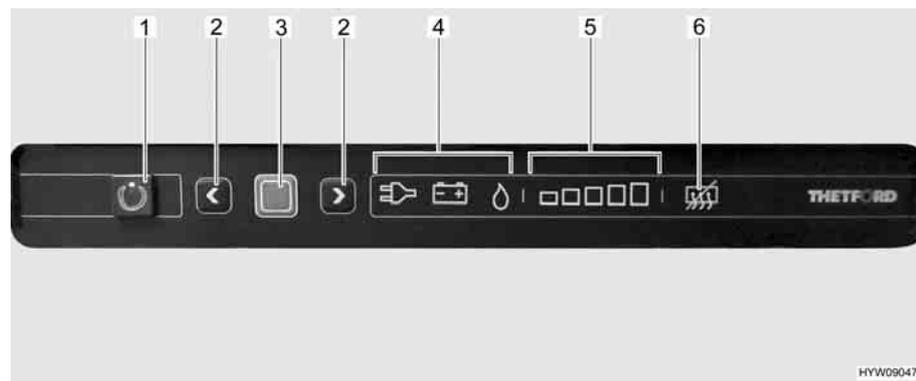

Fig. 141 Elementi di comando del frigorifero
La modalità di funzionamento attuale è indicata da un simbolo luminoso (Fig. 141,4) sulla centralina di controllo.
Dopo l'accensione il frigorifero seleziona automaticamente la regolazione del termostato selezionata per ultimo. Questa impostazione può essere modificata manualmente con i tasti freccia (Fig. 141,2). Le barre luminose dell'indicatore del livello di refrigerazione (Fig. 141,5) visualizzano la temperatura selezionata sul termostato. Con i tasti freccia viene regolata la temperatura di refrigerazione per tutti i tre tipi di energia. Ci vogliono alcune ore prima che il frigorifero raggiunga la temperatura normale di esercizio. Cambiando la modalità di funzionamento la regolazione del termostato non viene modificata. La temperatura di refrigerazione è indipendente dal tipo di energia utilizzata.
- Premere il tasto On/Off (Fig. 141,1) per 1 secondo. Il tasto (Fig. 141,1) si illumina di verde. Dopo circa 10 secondi, l'indicatore viene attenuato per risparmiare energia.
- Premere il tasto di conferma (Fig. 141,3). L'impostazione attuale della modalità di funzionamento viene visualizzata.
- Se non è impostata la modalità di funzionamento a gas: Per modificare l'impostazione, premere il tasto di conferma (Fig. 141,3) per circa 2 secondi.
- Selezionare la modalità di funzionamento a gas con i tasti freccia (Fig. 141,2). L'alimentazione del gas è ora aperta. L'accensione avviene automaticamente. È udibile un ticchettio fino a quando procedura di accensione non è stata portata a termine.
- Premere il tasto di conferma (Fig. 141,3) per circa 2 secondi.
- Premere nuovamente il tasto di conferma (Fig. 141,3). Il livello di refrigerazione attuale viene indicato dalle barre luminose (Fig. 141,5).
- Per modificare l'impostazione, premere i tasti freccia (Fig. 141,2) fino a visualizzare l'impostazione desiderata.
- Premere il tasto On/Off (Fig. 141,1) per circa 2 secondi. Tutte le spie si spengono. Il frigorifero è spento.
- Se non è impostata la modalità di funzionamento 230 V: Per modificare l'impostazione, premere il tasto di conferma (Fig. 141,3) per circa 2 secondi.
- Selezionare la modalità di funzionamento 230 V con i tasti freccia (Fig. 141,2).
- Se non è impostata la modalità di funzionamento 12 V: Per modificare l'impostazione, premere il tasto di conferma (Fig. 141,3) per circa 2 secondi.
- Selezionare la modalità di funzionamento 12 V con i tasti freccia (Fig. 141,2).
**Spegnimento:** ■ Premere contemporaneamente entrambi i tasti freccia (Fig. 141,2) e tenerli premuti per 2 secondi. Il simbolo di disattivazione della funzione anti-condensa (Fig. 141,6) si illumina.
**Accensione:** ■ Premere di nuovo contemporaneamente entrambi i tasti freccia (Fig. 141,2) e tenerli premuti per 2 secondi. Il simbolo di disattivazione della funzione anti-condensa (Fig. 141,6) si spegne.